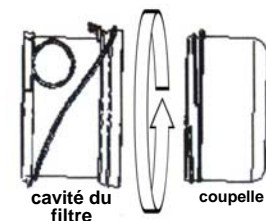

Fig. 8
3. Faites pivoter la coupelle inférieure dans le sens des aiguilles d'une montre pour la séparer de la cavité du filtre. Videz et nettoyez la coupelle. (Fig. 8)